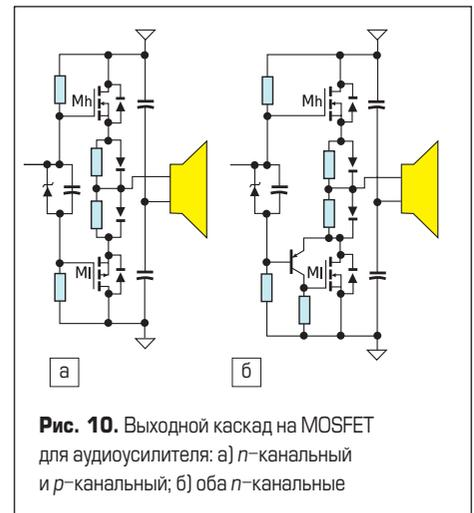

Рис. 10. Выходной каскад на MOSFET для аудиоусилителя: а) *n*-канальный и *p*-канальный; б) оба *n*-канальные
Может быть, аудиоусилители являются наиболее популярной областью применения *p*-канальных MOSFET-транзисторов. На рис. 10а *n*-канальный MOSFET применен в качестве верхнего ключа (HS), а *p*-канальный — в качестве нижнего (LS). Выход аудиоусилителя как бы является в данном случае схемой истокового повторителя. Если коэффициент усиления по напряжению данной схемы равен 1, схема устойчива. На рис. 10б использо-